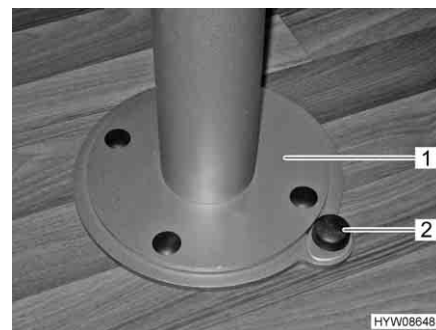

Fig. 44 Sbloccaggio dispositivo di rotazione piede del tavolo
- Spingere verso il basso il bottone (Fig. 44,2) del bloccaggio.
- Ruotare il piede del tavolo con il piano del tavolo (Fig. 44,1) nella posizione desiderata.